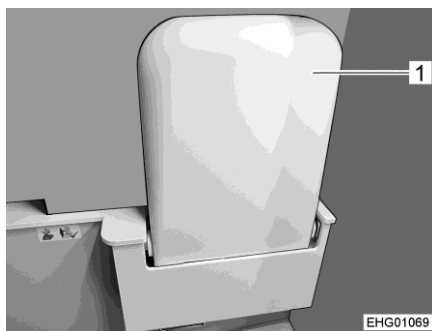

Fig. 108 Lavabo (ribaltato verso l'alto)
- Afferrare il lavabo (Fig. 108,1) sul bordo anteriore e orientarlo verso l'alto verso la parete, finché non risulta fissato magneticamente.